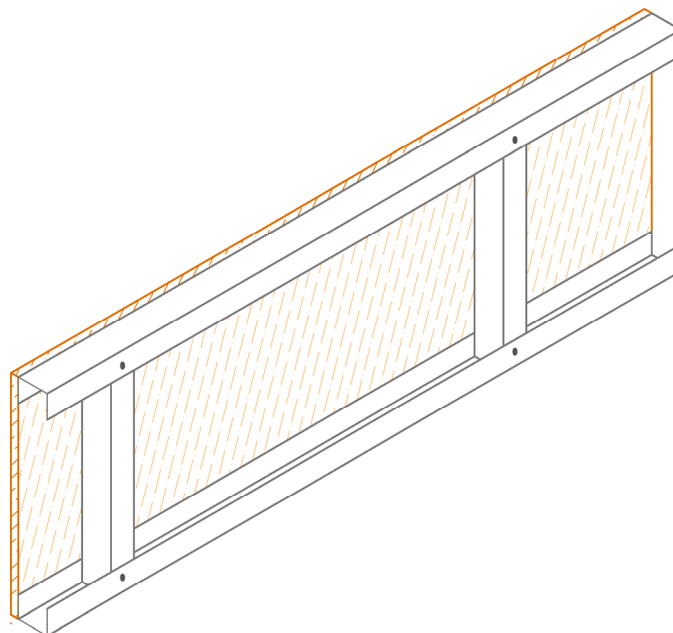

Рис. 7
3. Сборка заготовок боковых стенок короба (рис.7). Сформировать металлический каркас, состоящий из продольных и поперечных профилей. Высота кар-